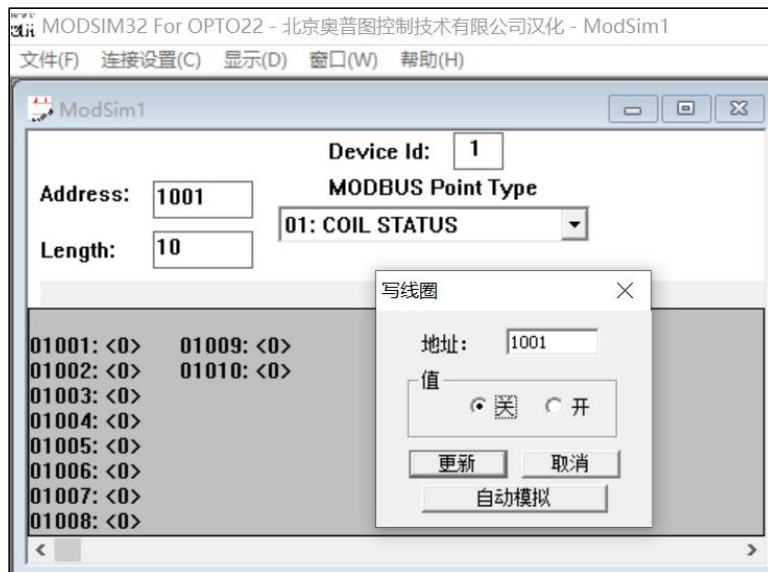

图 5 地址类型
4) MODBUS Point Type (地址类型)：地址类型选 01 (线圈)或 03 (保持型寄存器)，均为可读可写，本例选择 01，如图 5 所示。